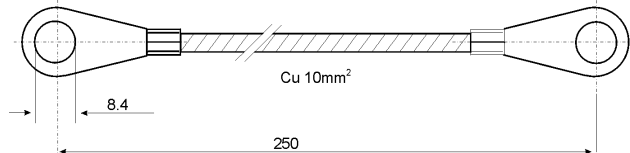

Fig. 8 Tresse souple en cuivre (livré avec chaque capteur)
- Lors de la mise en place du capteur, court-circuiter celui-ci à l'aide du câble souple (tresse souple de cuivre de 10mm2, fig. 8), pour éviter les endommagements du capteur par des courants de soudage et de foudre.